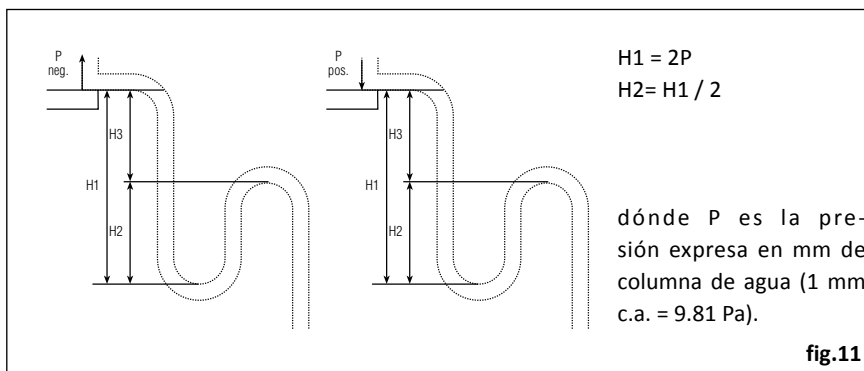

fig.11
- en correspondencia del descargue del agua de condensación, prever un espacio de al menos 200 mm para ejecutar el sifón (fig. 11).